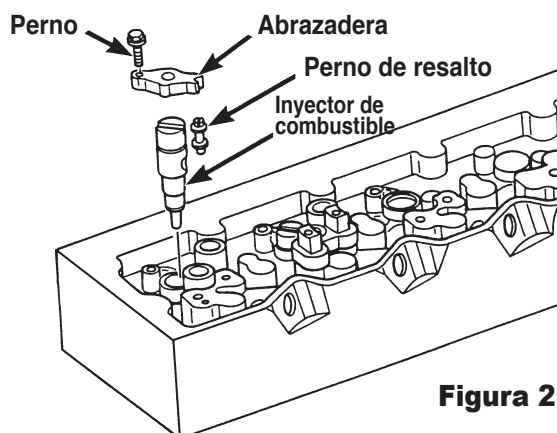

Figura 2
4. Retire el perno de la abrazadera de sujeción en el extremo frontal de la abrazadera. NO AFLOJE NI QUITE EL PERNO DE RESALTO EN EL EXTREMO POSTERIOR DE LA ABRAZADERA. Retire la abrazadera del inyector deslizándola del resalto del perno de la abrazadera posterior. Vea la Figura 2.